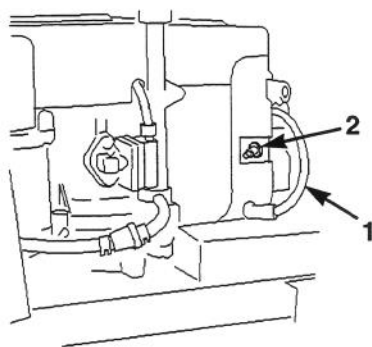

Figure 21
3. Débrancher le fil de la bougie d'allumage (Fig. 21), puis nettoyer la surface autour de la bougie pour éliminer les saletés qui pourraient tomber dans le moteur et l'endommager.
3. Brancher le fil sur la bougie d'allumage (Fig. 21).